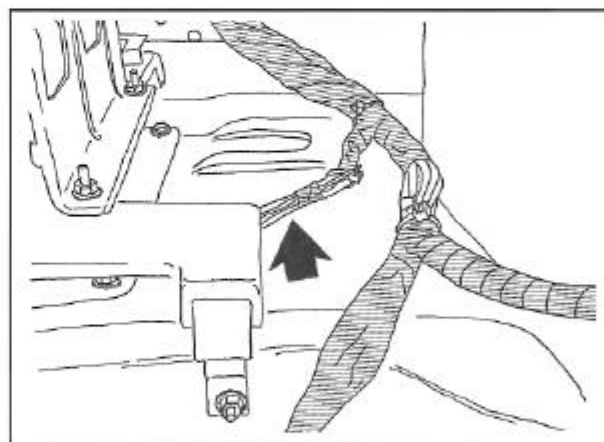

図1 ハーネス切断位置
- (1) トランクルーム内のフロアカーペット、トランクフロントフィニッシャー(前方の内張り)を取り外します。(クリップは⊕ドライバーを用いて外します。)
- (2) ボルト・ナットを外し、ストラットタワーバーを補強パネルと一体で取り外します。
(3) トランクルーム右前方の図1に示す配線の中から黒/黄と茶(太)の線をさがし、切断します。
- ① 黒/黄線のフューエルポンプ側コードにオスギボシを、車輻側(モジュレータ側)コードにメスギボシをカシメます。
- ② 茶線のフューエルポンプ側コードにメスギボシを、車輻側(モジュレータ側)コードにオスギボシをカシメます。